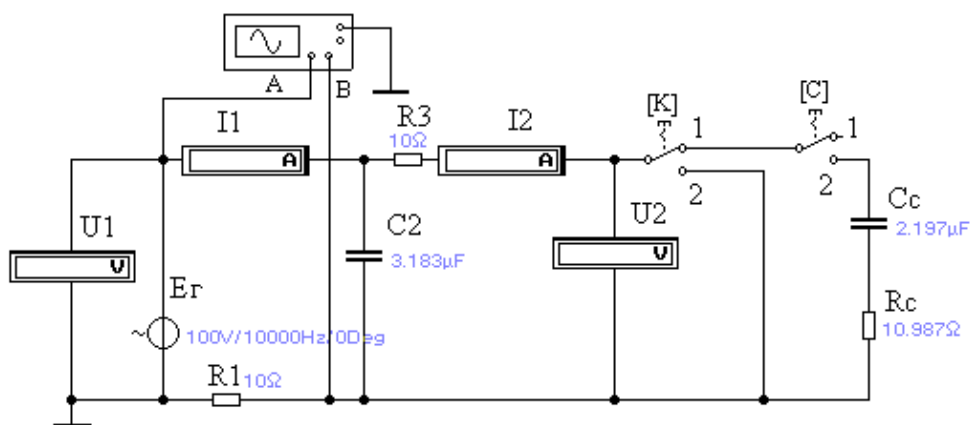

Рисунок 2
1.Собрать схему электрической цепи (рисунок 2).
4. После завершения установки всех параметров схемы кнопку (0-1) перевести в положение «Включено (1)». По завершении автоматических расчетов кнопка (0-1) переводится в положение «Выключено (0)». Показания амперметров и вольтметров, значение временного промежутка T2-T1 занести в таблицу расчетных и экспериментальных данных. Фазовый сдвиг между напряжением U_1^{xx} и током I_1^{xx} в градусах рассчитать по формуле $\varphi_{ui} = 360^\circ \cdot (T2 - T1) \cdot f$
8. В схеме (рисунок 2) установить **режим короткого замыкания**: переключатель «К» перевести в положение 2 «включено» (нажать на клавиатуре клавишу К).
12. Установить рассчитанные величины элементов нагрузки схемы четырехполюсника (рисунок 2) (сопротивление резистора R_c , емкость конденсатора C_c).
13. В схеме (рис.2) установить **режим согласованной нагрузки**: к выходу четырехполюсника подключить $Z_n = Z_c$ (переключатель «С» перевести в положение включено (нажать на клавиатуре клавишу С)). После завершения установки всех параметров схемы кнопку (0-1) перевести в положение «Включено (1)». По завершении автоматических расчетов кнопка (0-1) переводится в положение «Выключено (0)». Показания амперметров и вольтметров, значение временного промежутка $T_2 - T_1$ занести в таблицу расчетных и экспериментальных данных. Сдвиг фаз между напряжением U_{1c} и током I_{1c} рассчитать по формуле $\varphi_{ui} = 360^\circ \cdot (T_2 - T_1) \cdot f$